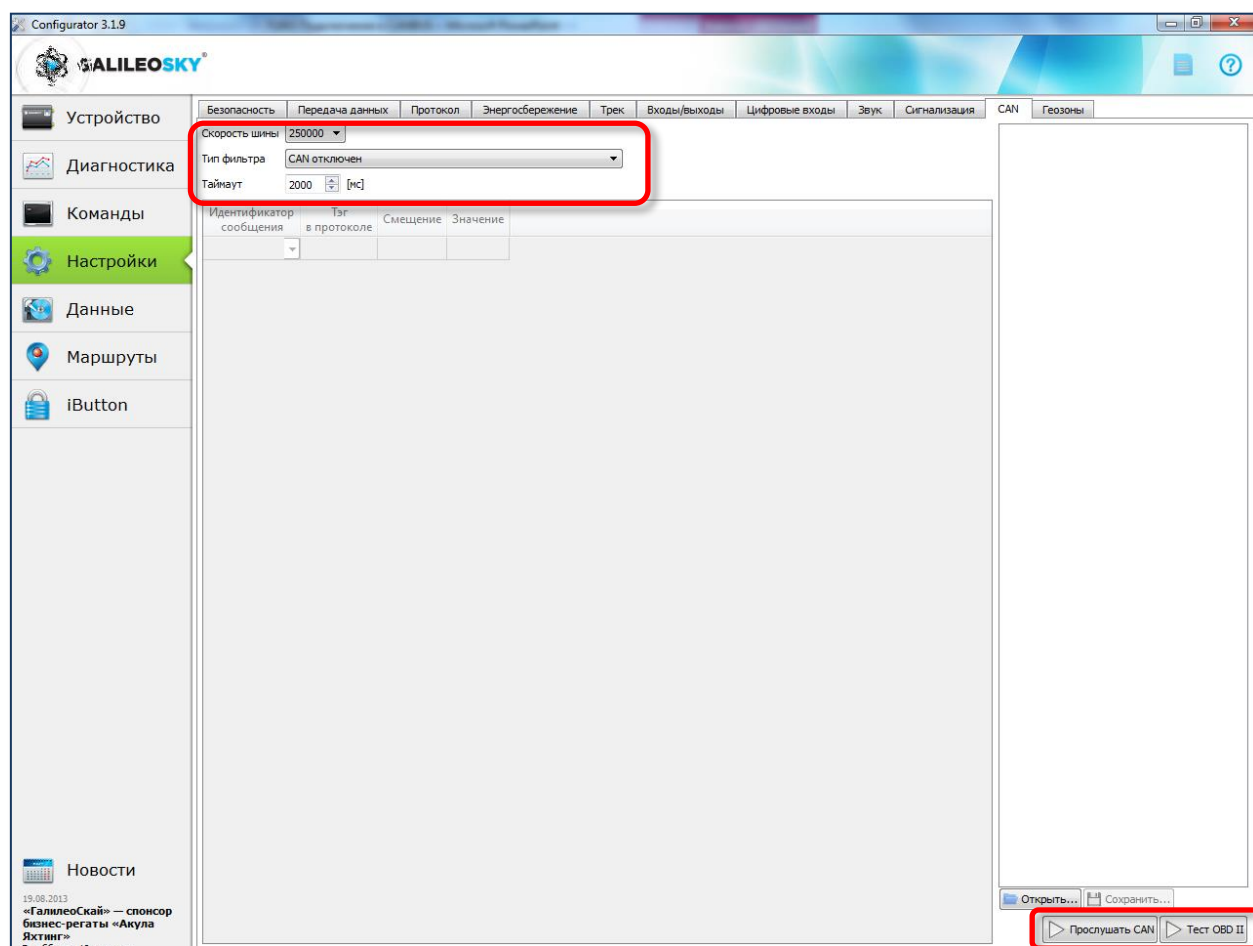

Рисунок 20. Настройка получения данных из CAN-шины в Конфигураторе
1. **Настройка про помощи ПО «Конфигуратор».** После запуска ПО «Конфигуратор» перейдите на вкладку «Настройки» -> «CAN» и выполните необходимые настройки. (рис. 20)